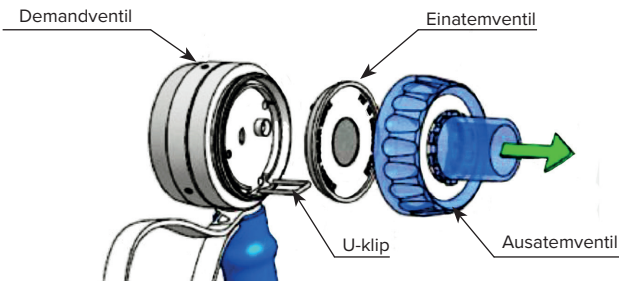

Abb. 2: Bestandteile des Entnahmeventils
3. Heben Sie die U-Klemme mit einem kleinen Schraubenzieher an, und entfernen Sie sie. Siehe Abb. 2 oben.